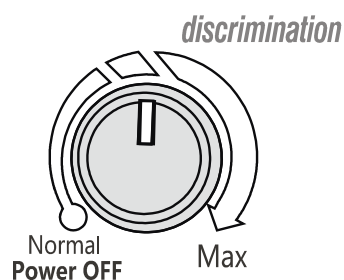

Fig. 15
- Indstil knappen DISCRIMINATION til en position omkring “kl. 12:00” (Fig. 15). Justér balancen, så detektoren afgiver en summetone, og displayet viser “0”.